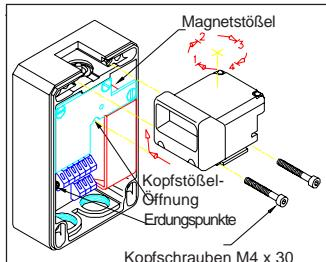

Abb. 1: Drehen des Kopfes
3. Durch Niederdrücken des Magnetstößels (siehe Abb. 1) und Herausziehen der Zunge aus dem Kopf die Zungenbaugruppe aus der Einheit entfernen.
5. Der Verriegelungskopf läßt sich zur Anpassung an die Installation um jeweils 90° drehen. Falls der Kopf neu positioniert werden soll, die Angaben in Abb. 1 beachten und folgendermaßen vorgehen:
b) Den Elektriker-Schraubendreher in die Kopfstößel-Öffnung einführen und den Kopfstößel gegen Federdruck festhalten (siehe Pfeile in Abb. 1). Den Kopf herausgleiten lassen.